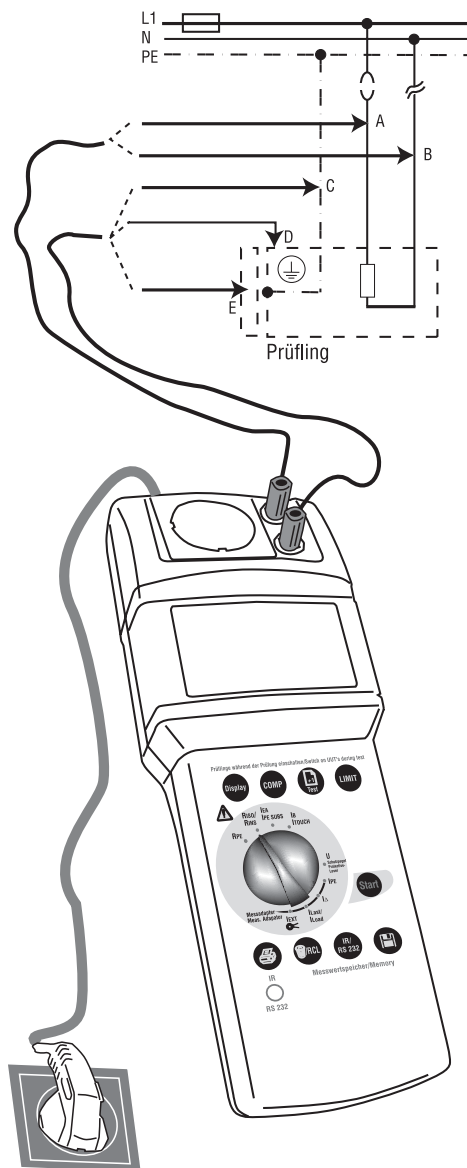

Bild 6.7: Messung des Isolationswiderstandes bei fest angeschlossenen Geräten oder Geräten ohne Netzstecker
- 1) Schließen Sie den BEHA-AMPROBE TELARIS 0701/0702 mit dem Netzanschlussstecker (1) an eine funktionsfähige und ordnungsgemäß angeschlossene Schutzkontakt-Netzsteckdose an.
- 2) Stellen Sie den Drehschalter 'Messfunktion' (15) auf die Schalterstellung 'RISO'.
- 3) Stellen Sie mittels der Taste LIMIT (7) den Grenzwert für den Isolationswiderstand ein, Grenzwerte siehe Tabelle 1.
- 5) Verbinden Sie den PE-Anschluss des Prüflings mit der blauen Buchse 'PE' (5), entsprechend C in Bild 6.7.
☞ Bei Geräten der Schutzklasse II oder III und berührbare leitfähige Teilen von Geräten der Schutzklasse I, die nicht mit dem Schutzleiter verbunden sind, verbinden Sie zusätzlich die Buchse 'PE' (5) mit allen berührbaren leitfähigen Gehäuseteilen des Prüflings entsprechend D, E in Bild 6.7.
- 6) Verbinden Sie die Buchse 'L/N' (4) mit allen aktiven Anschlüssen des Prüflings entsprechend A, B in Bild 6.7.
- 7) Drücken Sie die Taste „Start“ (9). Das blinkende Symbol für die Messeinheit im Display signalisiert den aktuellen Messvorgang.
- 8) Lesen Sie den Messwert von der LC-Anzeige (6) ab. Das Symbol 'LIMIT' (21) zeigt bei eingeschalteter Grenzwertanzeige eine Unterschreitung des Grenzwertes an.